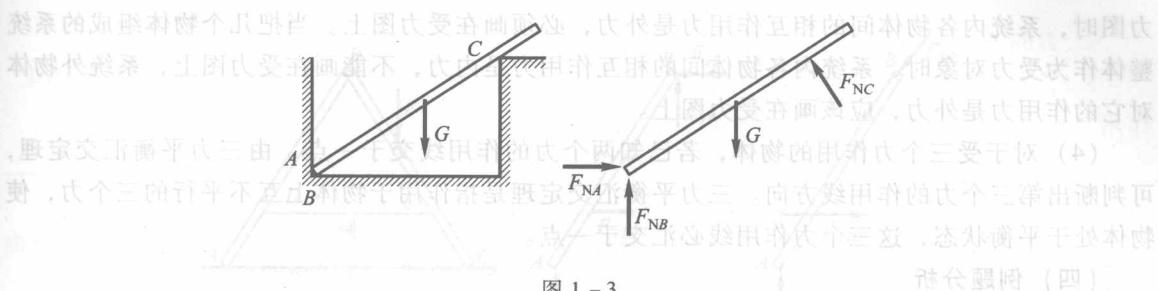

图 1-3
(2) 直线与点(两线的交点)接触：垂直于直线(图1-3)
(3) 直线与圆、圆与圆、点(两线交点)与圆接触：通过圆心(图